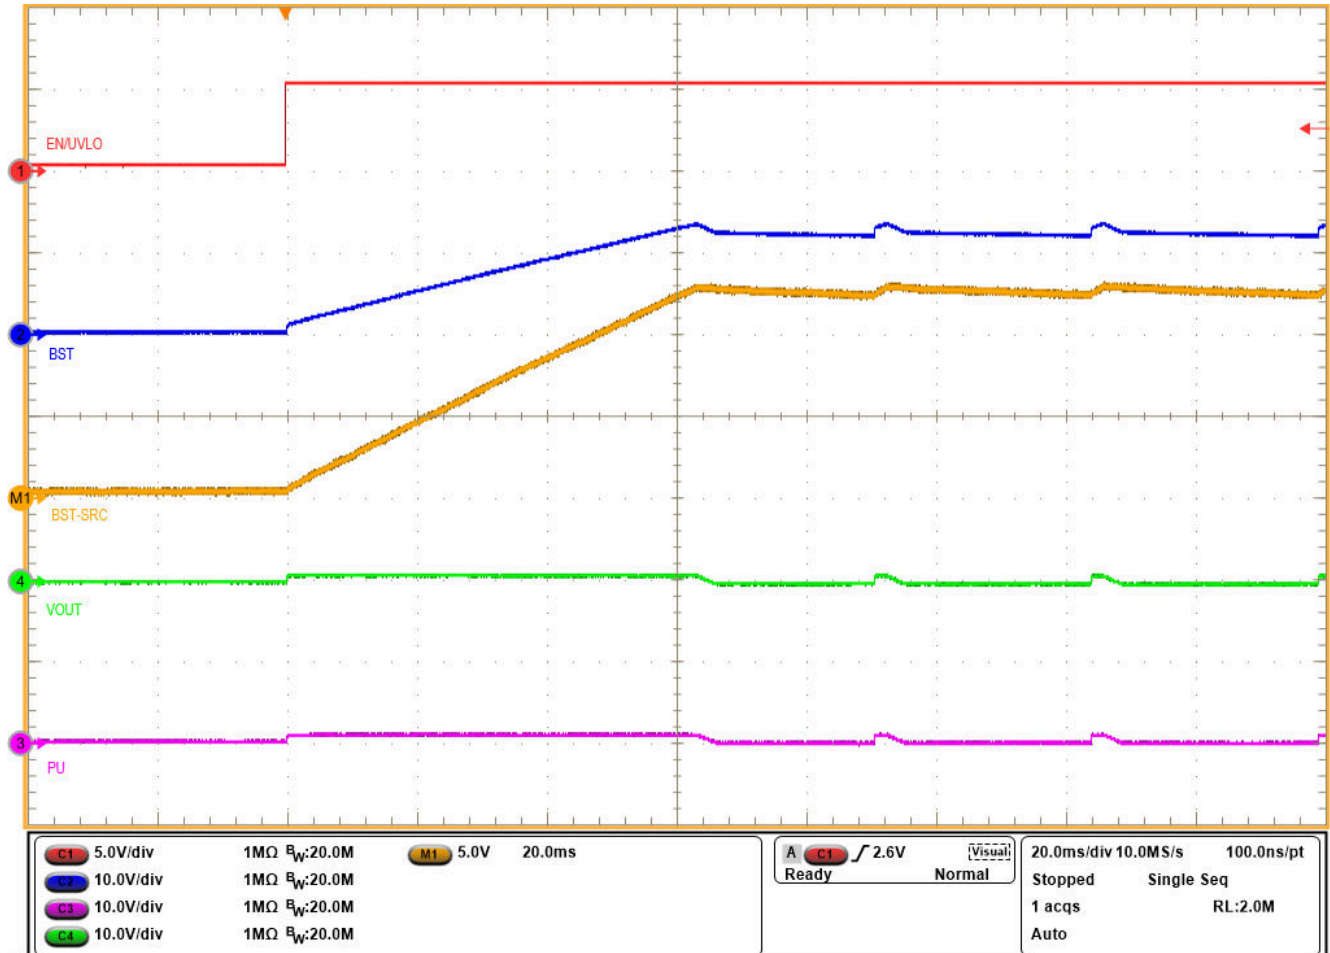

图 5-2. INP 接地时自举电压的启动曲线
4. 然后，启用 EN/UVLO 为高电平，以便在 INP 接地时观察 BST、GATE 和 SRC 的启动曲线，如图 5-2 所示。